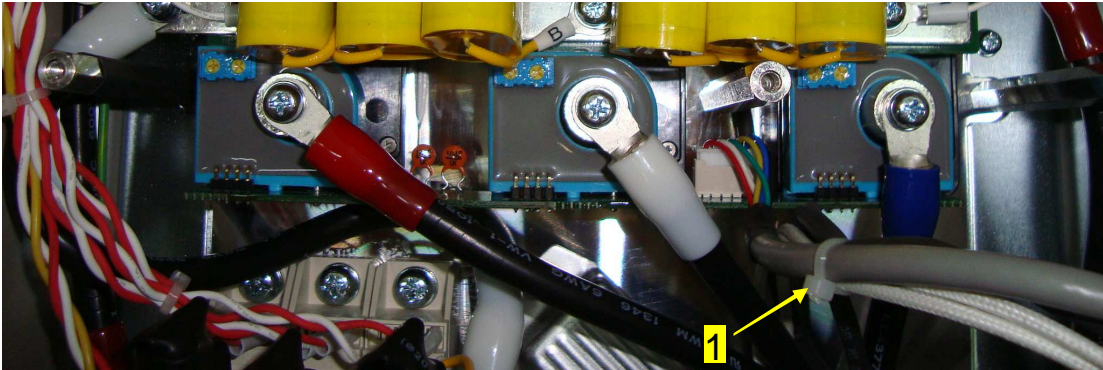

Рисунок 6.19
6.8.1 Разрезать стяжку 1 (рисунок 6.19).
6.10.1 Разрезать стяжку 1 (рисунок 6.19).